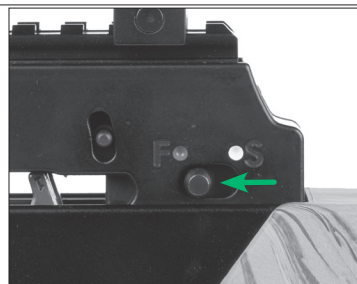

FIGURE 13
La sûreté est dégagée et l'arbalète est prête à être armée quand le cran de sûreté est passé de la position (S) (ENCLANCHÉE), sous le point blanc, à la position (F) (DÉGAGÉE), sous le point rouge, comme illustré à la figure 13.
L'arbalète pointant dans une direction sûre et chargée d'une flèche, faites glisser le cran de sûreté (partie 20) vers l'avant jusqu'à ce que vous entendiez et sentiez le déclic du cran. La sûreté est délogée et l'arbalète est prête à être armée ou à tirer quand le cran de sûreté est passé de la position (S) (ENCLENCHÉE), sous le point blanc, à la position (F) (DÉGAGÉE), sous le point rouge, comme illustré à la figure 13 de la page 4.